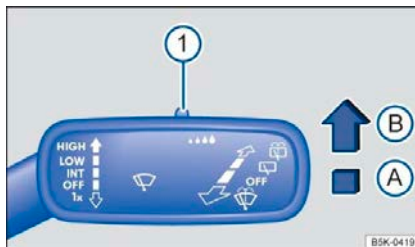

Рисунок 69 Правая сторона рулевой колонки: рычаг управления очистителем лобового стекла
Переместите рычаг управления стеклоочистителями в нужное положение → рис. 69:
Чувствительность датчика дождя/света можно регулировать вручную с помощью переключателя на рычаге управления очистителем лобового стекла → Рисунок 69 ① → ⚠: